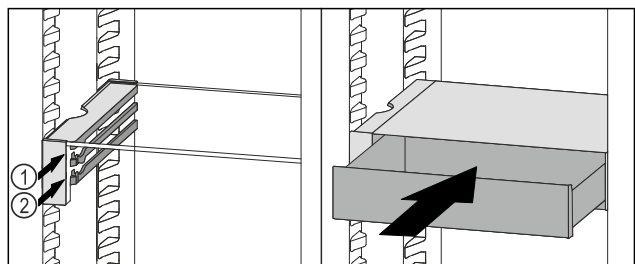

Fig. 85
- ▶ Встановити висувний ящик VarioSafe за стопорами на потрібне ребро Fig. 85 (1) або Fig. 85 (2).